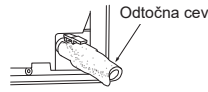

Fig. 4
- 5) Odtočno cev do konca potisnite v lovilno posodo odtoka na zadnjem desnem delu notranje enote. (Fig. 4)
- 6) Odtočno cev vstavite v tulec za zidno luknjo (C), zgornji del notranje enote pa zatakните na nosilno ploščo (1). Nato notranjo enoto premaknite popolnoma v levo, da boste lažje napeljali cev za enoto.